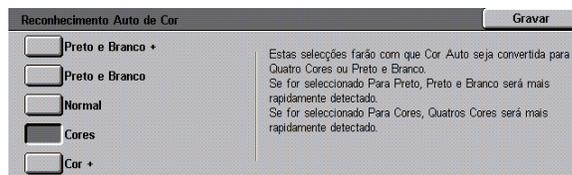

Figura 49: Valores para Reconhecimento de Cor
- Selecione a caixa que indica o devido valor de nível de qualidade de imagem para Reconhecimento Auto de Cor, tal como ilustrado na Figura 49.